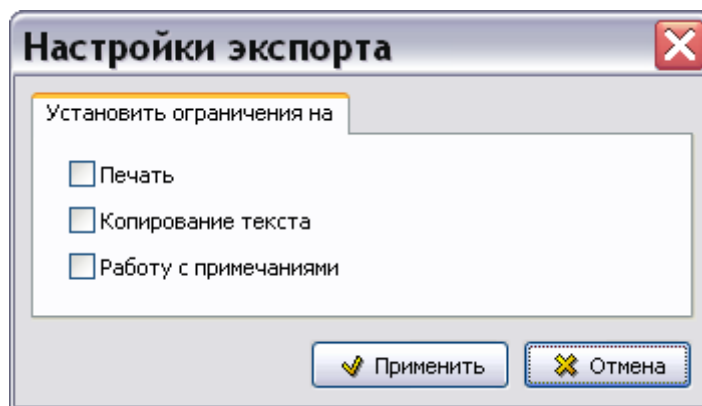

Рис. 21.28
10. При экспорте публикации возможно задать ограничения на печать, копирование текста и работу с примечаниями при просмотре публикации в модуле TG Browser. Кнопка **Ограничения** по умолчанию установлена в значение «Нет». Для задания ограничений нажмите на неё и в окне **Настройки экспорта** установите ограничения (Рис. 21.28).